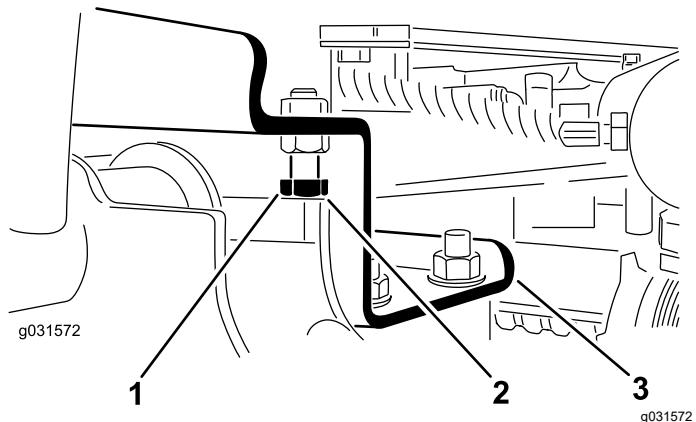

Figure 12
- Desserrez les boulons d'arrêt (Figure 12).
2. Vérifiez que l'écartement entre chaque bras de levage et le boulon d'arrêt est compris entre 0,13 et 1,02 mm, comme montré à la Figure 12.